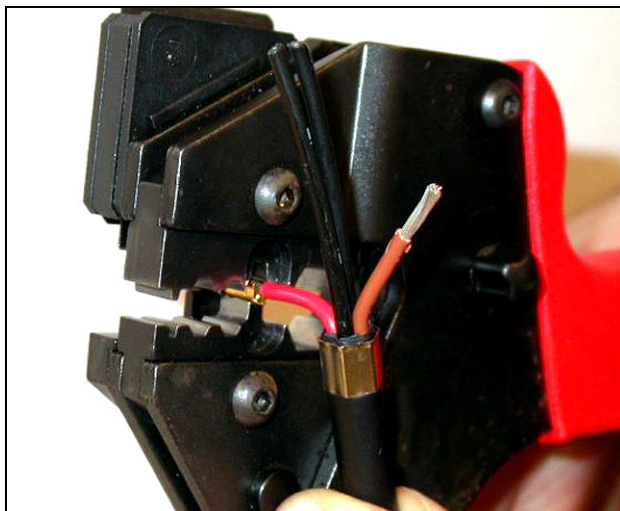

Abbildung 29.14: Buchsenkontakt quetschen (2)
- 11 Einen der abgezogenen Kupferdrähte in den Kontaktbereich des Buchsenkontakts schieben und die Crimp-Zange schließen, um damit den Buchsenkontakt auf das Kupferkabel zu drücken (siehe Abbildung 29.14).